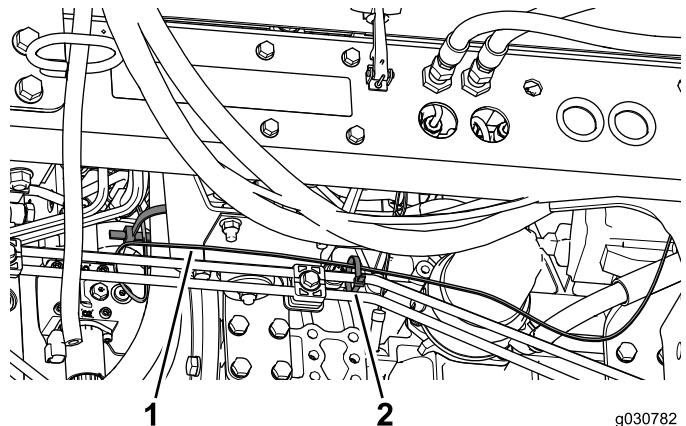

Рисунок 52
5. Используя кабельные стяжки, прикрепите жгут проводки к гидравлическим шлангам и трубкам в местах, показанных на Рисунок 51 и Рисунок 52.